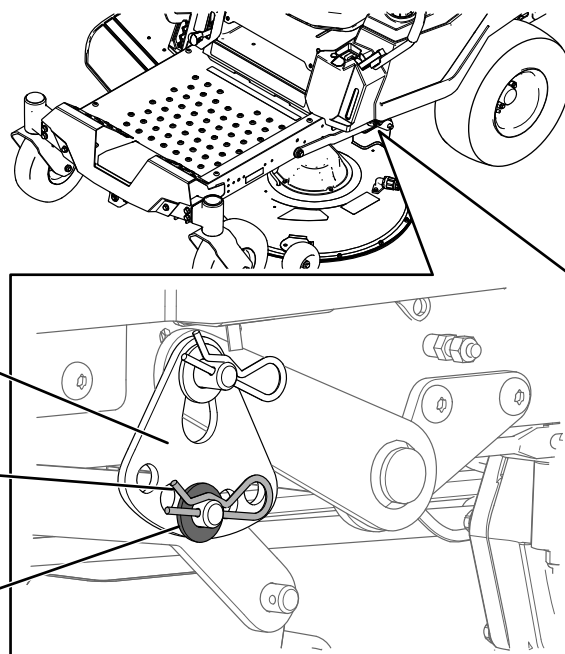

Figura 68
6. Rimuovete la coppiglia e la rondella dal perno del braccio di sollevamento inferiore (Figura 68).